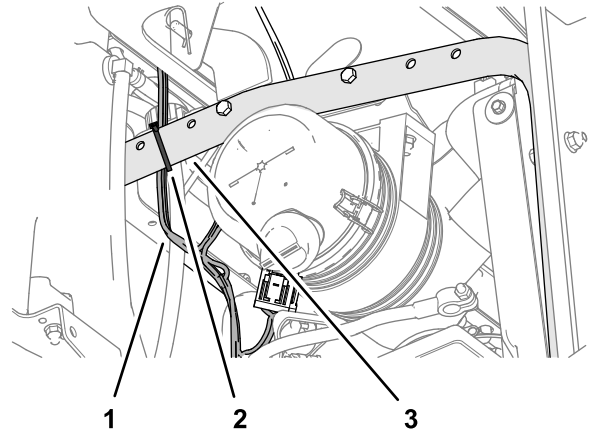

Figura 19
3. Encima del motor, fije el arnés de alimentación en el tubo de sujeción del radiador, tal y como se muestra en la Figura 19.